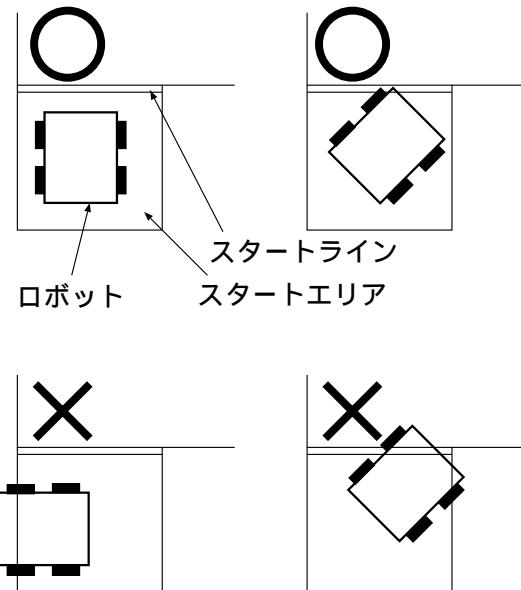

図 7: ロボットのスタート姿勢
- ロボットはスタートエリア内に設置しなければならない。その向きは任意である（図 7 参照）。このときケーブル等[7] がスタートエリア以外の競技台上にあってはいけない。